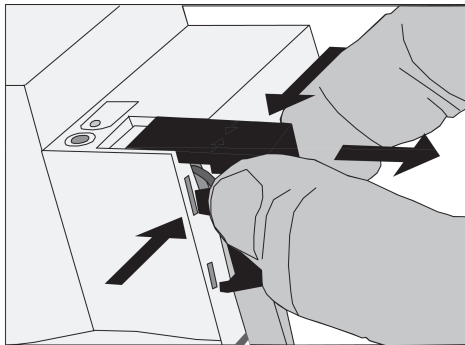

Figura 5: Rimozione della calotta di copertura
- Premere la calotta di copertura sul lato e rimuoverla (Vedi figura 5).